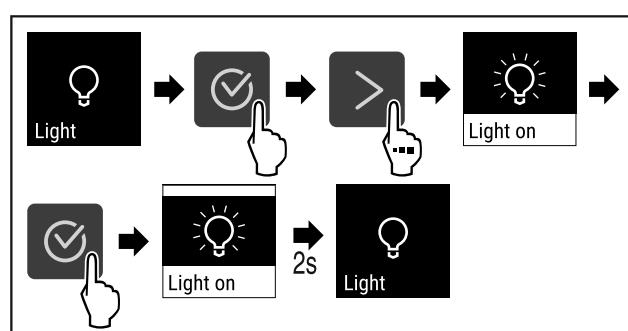

Fig. 69
- Εκτελέστε τα βήματα ενεργειών (βλέπε Fig. 69).